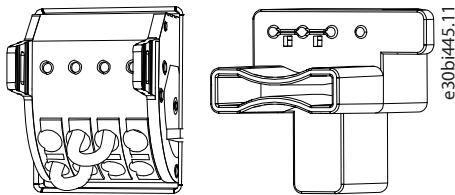

Figura 6: Bloque de terminales cableado (a la izquierda) y conexión del puente STO (a la derecha)
- Si no se necesitan las funciones de seguridad STO, conecte el bloque de terminales como se muestra en Figura 6, o utilice los puentes de STO incluidos en la bolsa de accesorios e instálelos en X31 y X32. Esto garantiza que ambas entradas de STO estén energizadas con 24 V DC para permitir el funcionamiento normal.